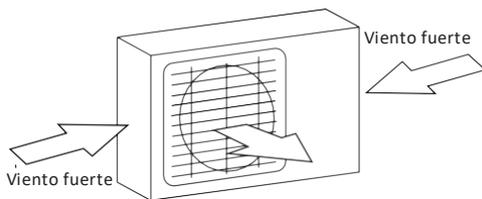

Fig. 5.1
- ☑ Si la ubicación está expuesta a vientos fuertes (por ejemplo, cerca de una playa), la unidad debe ser colocada contra la pared para que quede protegido del viento. Si es necesario, utilizar un toldo. (Ver Fig. 5.1 y 5.2)